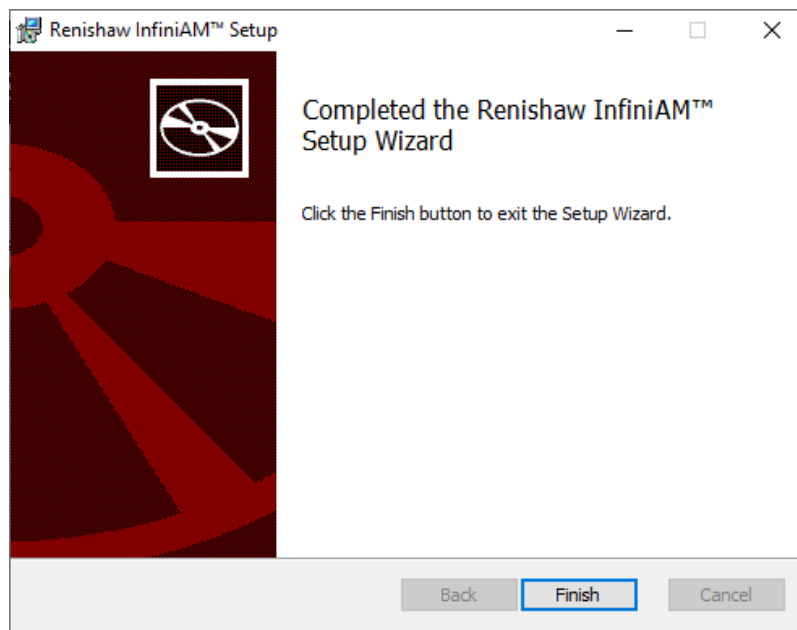

Figure 56 Assistant de configuration terminé
9. Cliquez sur **Finish** (Terminer) (voir la Figure 56).